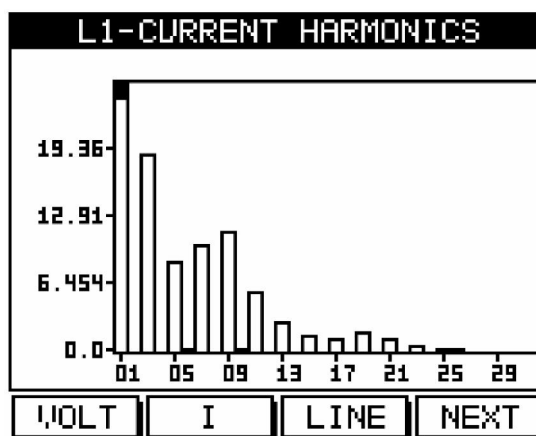

Рис. 5.18
6. Для вывода на дисплей гистограммы частотного спектра тока нажмите **I** («F2»). На дисплей будет выведена гистограмма частотного спектра сетевого напряжения (рис. 5.18):